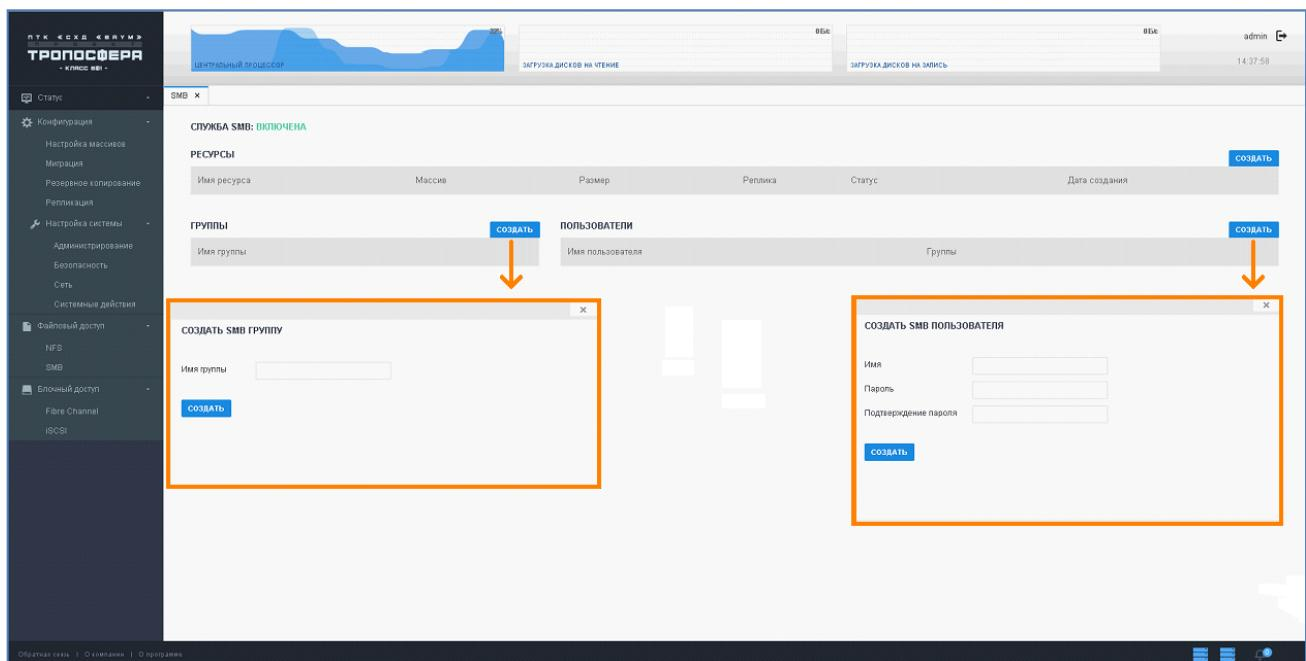

Рисунок 29 - Создание группы и\или пользователя
- 1) Перейдите на вкладку «SMB» [выберите «Файловый доступ» → «SMB»] (Рисунок 29).
- 2) Создайте «Пользователя», которому будет доступен новый виртуальный диск, нажав на кнопку «Создать», расположенную выше соответствующей области (Рисунок 29).
- 3) Укажите имя и пароль для пользователя и нажмите на кнопку «Создать» (Рисунок 29).
- 4) Создайте «Группу», которой будет доступен новый виртуальный диск, указав имя и нажав на кнопку «Создать», расположенную выше соответствующей области (Рисунок 29).